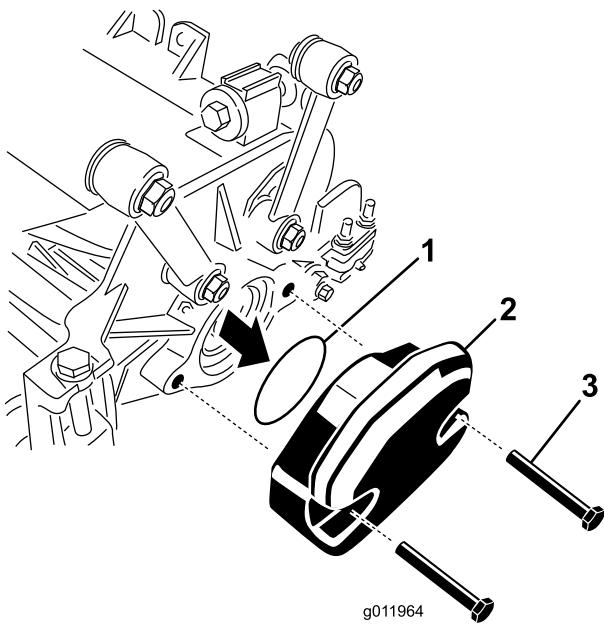

Figure 6
1. Sur le plateau de coupe N° 3 , enlevez les 2 vis qui fixent le contrepoids à l'extrême gauche du plateau de coupe. Déposez le contrepoids (Figure 6).